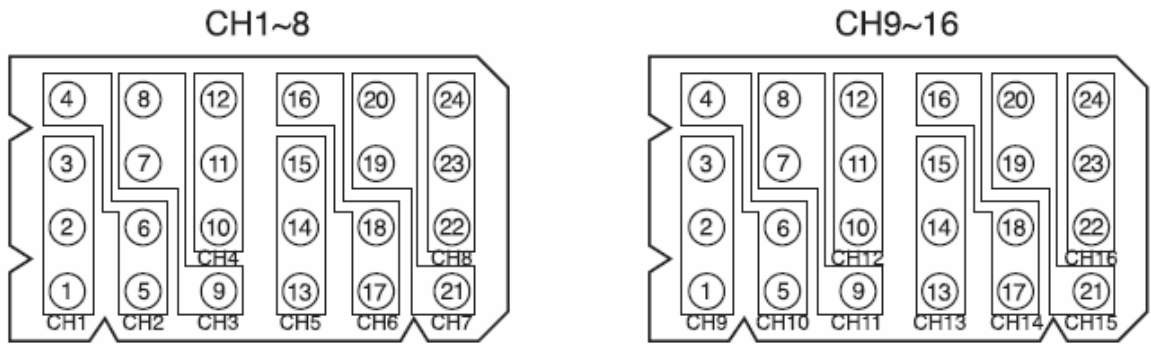

Рис.3
Разъем для подключения пожарных датчиков или «сухих» контактов приемно-контрольного прибора пожарной сигнализации. Распайка разъема дана на рис.3 и 4.
5. Соедините пожарные датчики («сухие» контакты приемно-контрольного прибора пожарной сигнализации) с разъемом на задней панели контроллера ECS-616 (рис.3 и 4).